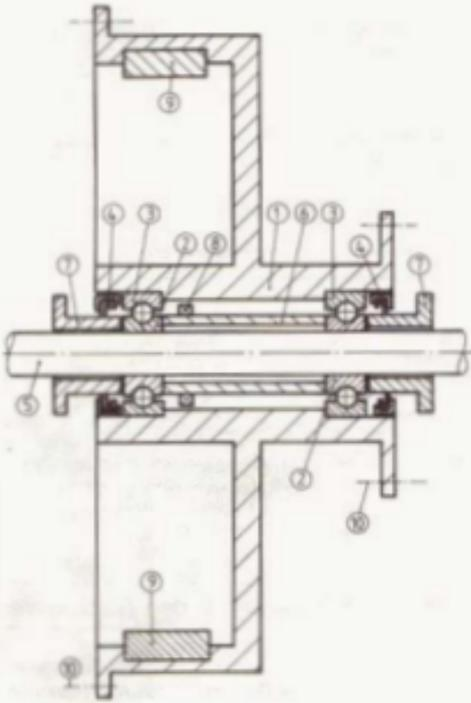

Bild 219
Das Konstruktionsprinzip ist jedoch bei allen Rädern das gleiche, es wird in Bild 219 gezeigt. Daraus ergeben sich zwei Möglichkeiten zum Ausbau der Radlager, von denen die aufwendigere den Vorzug hat, die Bauteile zu schonen und dadurch eine eventuelle Wiederverwendung zu ermöglichen.
- Scharfkantig angeschliffenen Treibdorn am Innenring des Radlagers ansetzen, welches dem Zentrierung (Teil 8 in Bild 219) gegenüberliegt (das deshalb, weil sich die Distanzhülse an ihrer zentrierfreien Seite um etwa 1 mm zur Seite drücken lässt. Das genügt für die scharfe Kante des Treibdorns, das Lager etwas aus seinem Sitz [Lagerausrennung] herauszutreiben. Natürlich tut das den Kugeln und den Laufflächen in den Ringen nicht gut, ein so ausgebautes Lager ist nicht wieder verwendungsfähig).